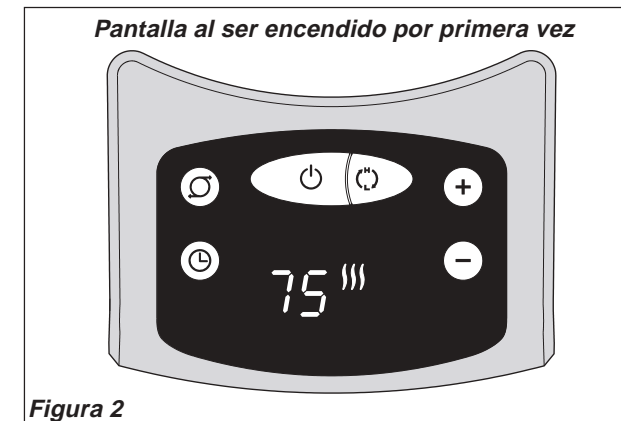

Figura 2
7. Al encender el Calefactor, la unidad estará en calor ALTO (⏏) (1500 vatios) y mostrará la temperatura actual de la habitación (Figura 2)